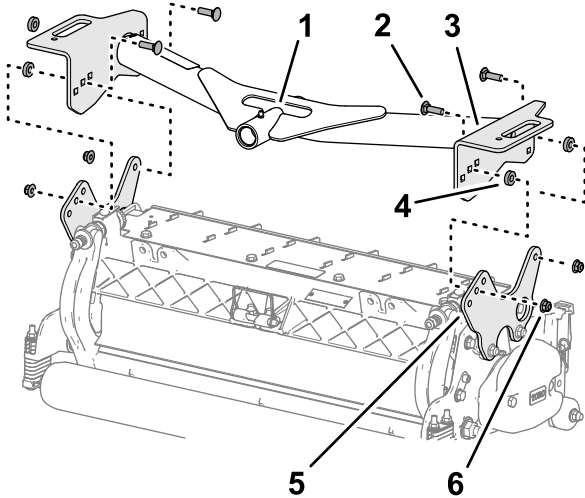

Figura 19
1. Allineate i fori nelle piastre del telaio portante anteriore con i fori nelle piastre di montaggio dell'apparato di taglio (Figura 19).
2. Allineate un distanziale tra la piastra portante e la piastra di montaggio (Figura 19) e assemblate senza serrare le piastre e il distanziale con un bullone a testa tonda ($\frac{3}{8}$ " x $1\frac{1}{4}$ ") e un dado di bloccaggio flangiato ($\frac{3}{8}$ ").